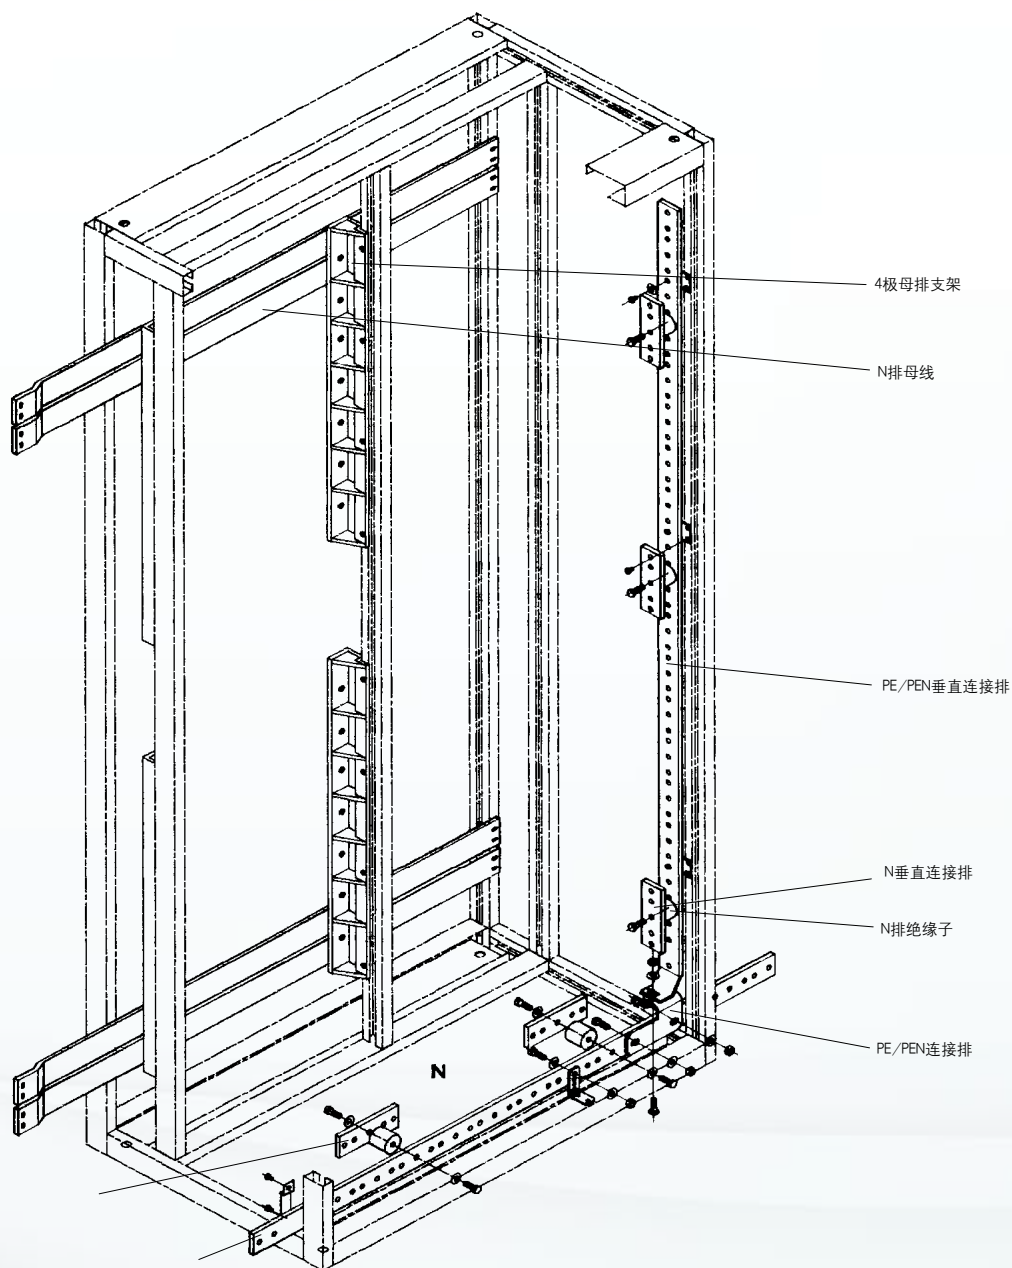

图. 4
- 保护线和中心线连接排 (PE+N/PEN) (见图.4)